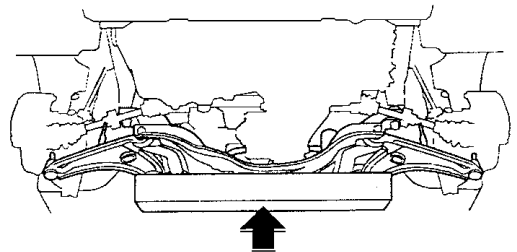

图 4-37 支撑前辅助车架
22) 如图 4-37 所示，借助 100mm×100mm×1000mm